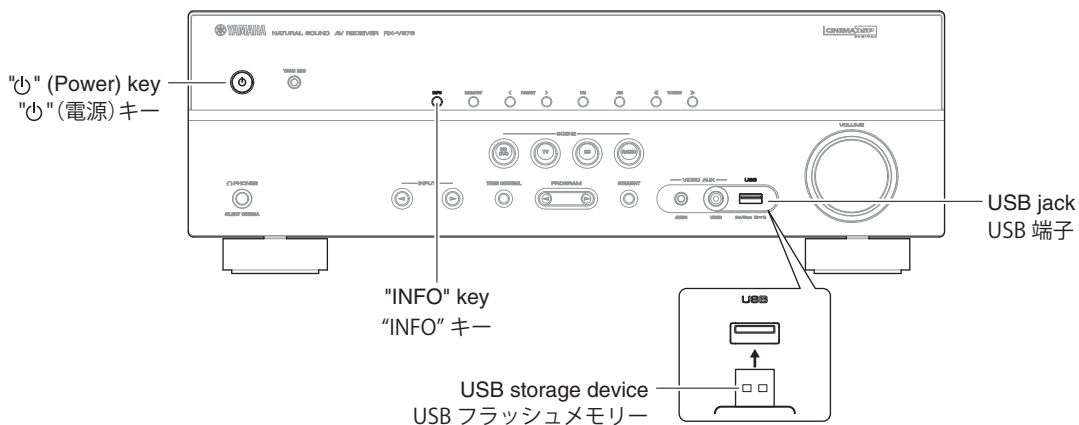

Fig. 1
(Fig. 1)
2. While pressing the "INFO" key, connect the power cable to the AC outlet. (Fig. 1)
1. USB 端子に USB フラッシュメモリを差し込みます。(Fig. 1)
2. "INFO" キーを押しながら、電源コードを AC コンセントに接続します。(Fig. 1)
- Press the “ ϕ ” (Power) key to turn off the power. (Fig. 1)
- Remove the USB storage device from the USB jack. (Fig. 1)
- “ ϕ ” (電源) キーを押して電源を切ります。(Fig. 1)
- USB 端子から USB フラッシュメモリーを抜きます。(Fig. 1)